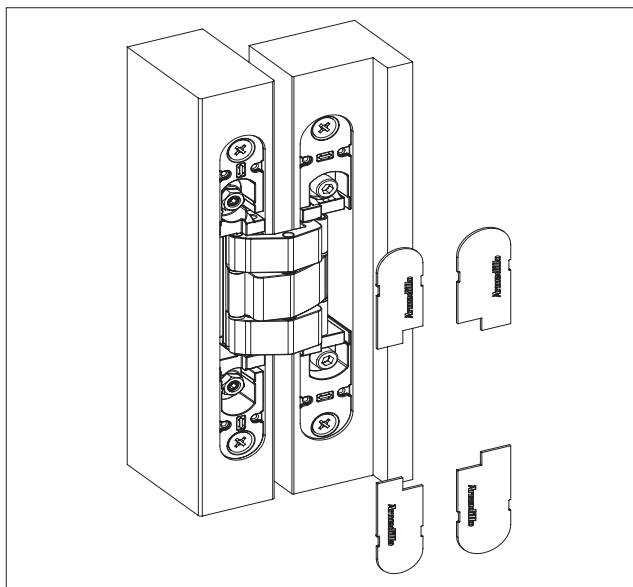

Рис. 6 — Установка декоративных накладок
- Установить декоративные накладки (см. рис. 6).